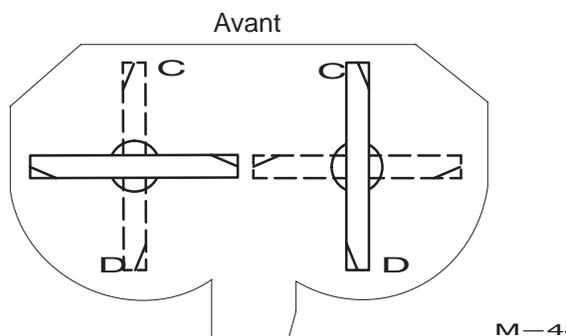
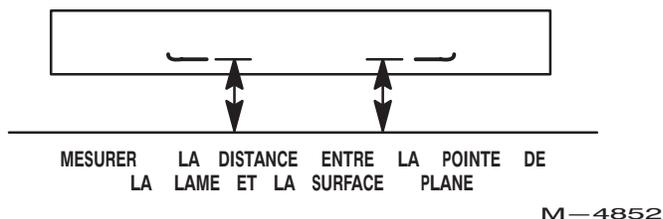

Figure 52
Figure 53
2. Tournez une lame dans le sens longitudinal (Fig. 52). Mesurez la distance aux points "C" et "D" (Fig. 52) entre la surface plane et le tranchant des pointes des lames (Fig. 53).